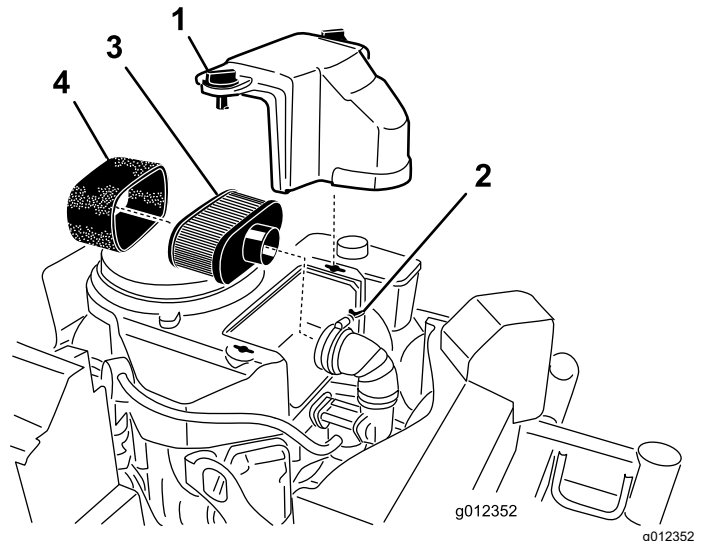

Figure 28
- Nettoyez la surface autour du filtre à air pour éviter que des impuretés n'endommagent le moteur en tombant à l'intérieur (Figure 28).
3. Tournez les boutons du couvercle de 1/4 tour dans le sens antihoraire et déposez le couvercle du filtre à air (Figure 28).
4. Tournez la vis à oreilles du collier de flexible dans le sens antihoraire pour séparer le filtre à air du conduit d'admission (Figure 28).
5. Sortez délicatement l'élément en mousse de l'élément en papier (Figure 28).
1. Vérifiez que l'élément n'est pas déchiré, couvert d'une pellicule grasse ou endommagé (Figure 28).
1. Vérifiez que l'élément n'est pas déchiré ou couvert d'une pellicule grasse, et que le joint de caoutchouc n'est pas endommagé (Figure 28).
1. Glissez délicatement l'élément en mousse sur l'élément en papier (Figure 28).
2. Alignez le filtre à air sur le conduit d'admission et fixez-le en place au moyen du collier de flexible (Figure 28).
3. Alignez le couvercle du filtre à air sur le capot du moteur et fixez-le en tournant les boutons de 1/4 tour dans le sens horaire (Figure 28).